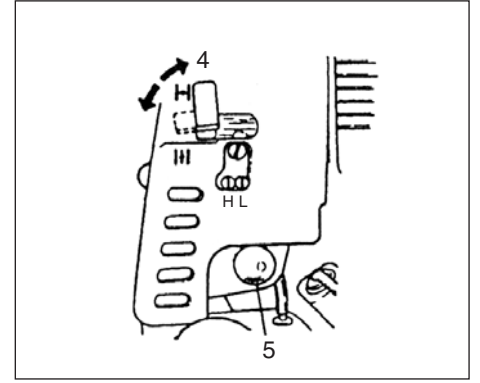

Fig.2-3
- * Empujar varias veces el bulbo cebador (5) de manera que el combustible fluya a través de la tubería de retorno (Si está provisto) (Fig. 2-3)
3. Poner la palanca del estrangulador en la posición cerrada (CLOSED) (4). (Fig. 2-3)